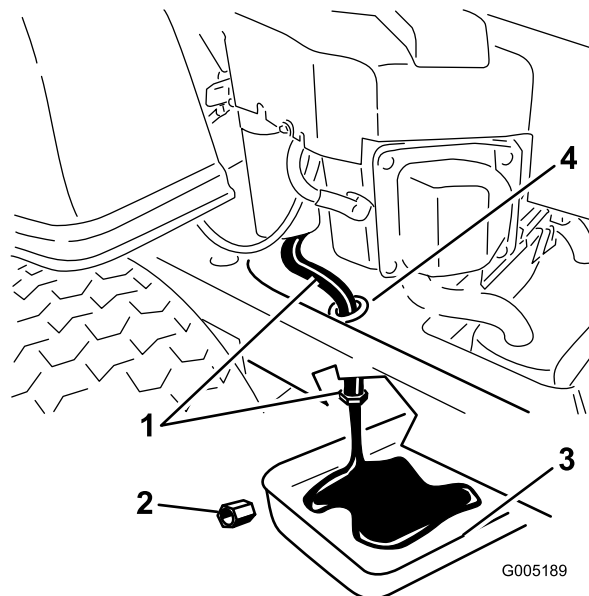

Figura 31
- Localice el manguito de vaciado del aceite, en el lado izquierdo del motor. El tapón de vaciado está conectado a un manguito de vaciado que pasa por un orificio de vaciado en el bastidor de la máquina (Figura 31). Limpie la zona alrededor del tapón de vaciado de aceite y el manguito de vaciado del aceite.
- Coloque un recipiente debajo de la máquina, directamente debajo del manguito de vaciado del aceite, según se muestra en Figura 31.
- Usando dos llaves inglesas (una para sujetar el manguito de vaciado del aceite y la otra para aflojar el tapón), retire el tapón de vaciado de aceite (Figura 31).
13. Cuando se haya drenado completamente el aceite, coloque el tapón de vaciado. Apriete el tapón a 14 Nm. Limpie cualquier exceso de aceite (Figura 31).